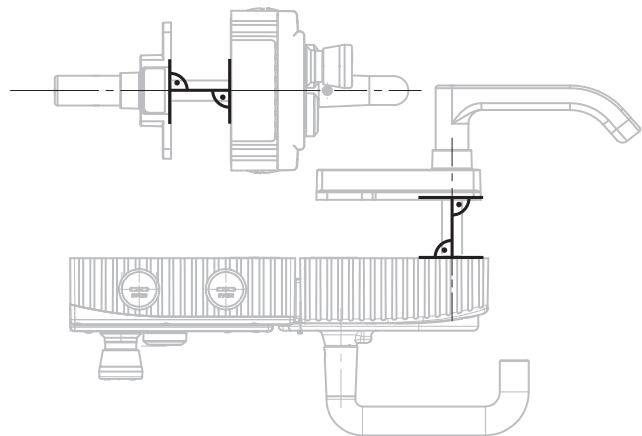

Bild 7: Monteringsexempel för högersvängd dörr (översiktsbild)
- Ställ in utrymningsupplåsningens axel i rätt vinkel mot handtagsenheten. Se Bild 4 och Bild 7.
Monteringssteg, se *Bild 7* och *Bild 8* till *Bild 13*.